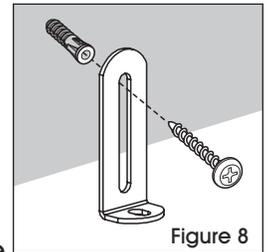

Figure 8
4. Insérer les vis de 1 ¼ po dans les chevilles d'ancrage, au travers des supports en équerre. Visser, mais ne pas trop serrer. (Voir Figure 8)